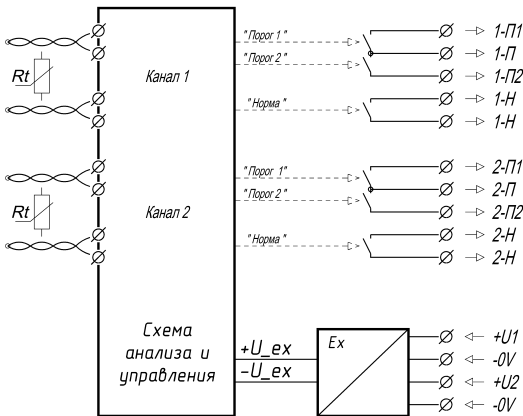

Рис. 4.3
4.9 Схема выходного каскада модулей «МИП-М(1...2)И(-Ех)» приведена на рис. 4.3.